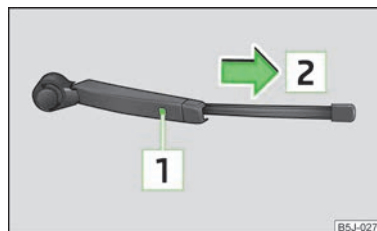

Fig. 34
- Abatir el brazo de la escobilla separándolo del parabrisas y colocar la escobilla en posición perpendicular al brazo » fig. 34.